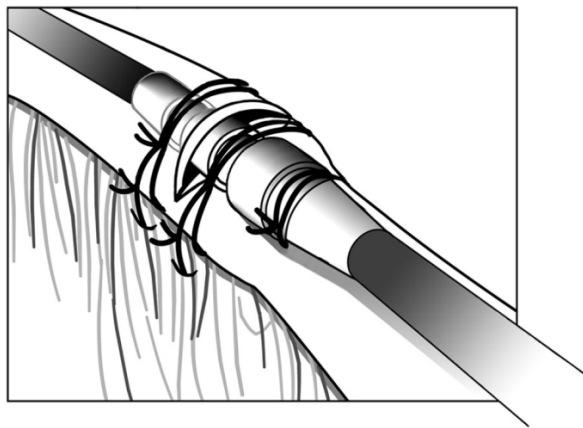

図12. スーチャスリーブの例、静脈切開法
3. 同じ結紮溝を利用して、リードと静脈を近接の筋膜に固定する("図12 スーチャスリーブの例、静脈切開法")。